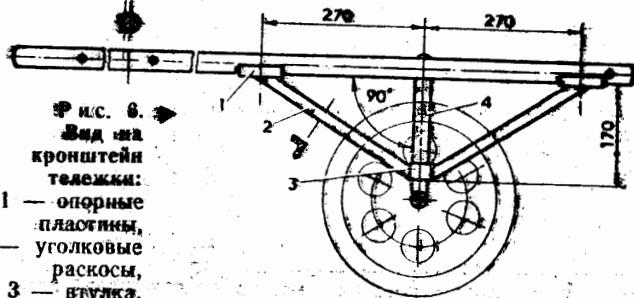

Рис. 6. Вид на кронштейн тележки:
Кронштейн (рис. 6) состоит из двух стальных опорных пластин толщиной 2 мм, имеющих радиус закругления 17,5 мм, из двух стальных уголков 20×20 мм и стальной втулки шириной 30 мм с наружным $\varnothing 34$ мм и внутренним — 27 мм. Когда детали для двух кронштейнов готовы, на длинных трубах платформы в обе стороны от центра поперечной связи на расстоянии 270 мм сверлятся отверстия и нарезается резьба $M6$, затем крепятся винтами опорные пластины. На вертикальных трубах опоры на расстоянии 170 мм (рис. 6) устанавливаются и временно закрепляются втулки. Вырезаются и прихватываются электросваркой к опорным пластинам и втулкам уголки. Следует обратить внимание на то, чтобы между стойкой опоры и трубами платформы был выдержан угол 90° .
► Рис. 6. Тележка — вид спереди: 1 — несущая опора, 2 — стойка, 3 — шкворни с полуосями, 4 — колеса. А — ходовое положение колес, Б — транспортное.
Сборка тележки проста, она занимает 5—7 мин. К платформе двумя болтами привертывается несущая опора (см. рис. 5). На стойки опор свободно надеваются два кронштейна (см. рис. 6) и привертываются четырьмя винтами M8×30. В стойки вставляются шкворни колес и закрепляются двумя винтами. Для сборки необходимо иметь отвертку и ключ 12×14.